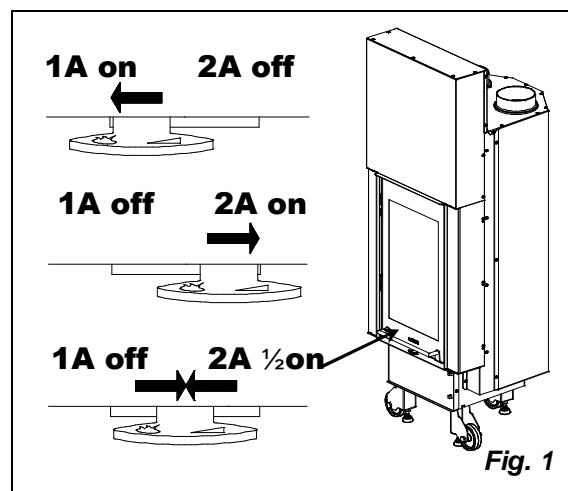
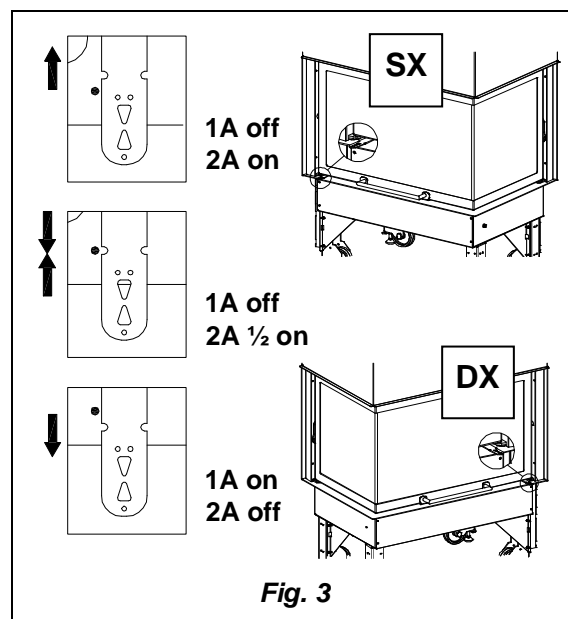

Fig. 1
Fig. 3
L'apparecchio è dotato di un registro per regolare l'aria primaria e secondaria; per mezzo di questo registro viene regolata l'aria di combustione. A differenza del **modello 400** Fig. 1 e **800** Fig. 3, nel quale il registro dell'aria primaria e secondaria è unico, nel **modello 500 angolo** i registri sono separati (vedi figura Fig. 2 **1A** leva di destra aria primaria; **2A** leva di sinistra aria secondaria).
- nel **modello 400** bisogna spostare il registro totalmente a **sinistra** (Fig. 1);
- nel **modello 800** bisogna estrarre (tirare) totalmente la leva (Fig. 3).
- nel **modello 400** bisogna spostare il registro totalmente a destra (Fig. 1) e si chiude totalmente l'aria primaria.
- nel **modello 800** bisogna spingere totalmente il registro verso il monoblocco cosicché si chiude totalmente l'aria primaria (Fig. 3).